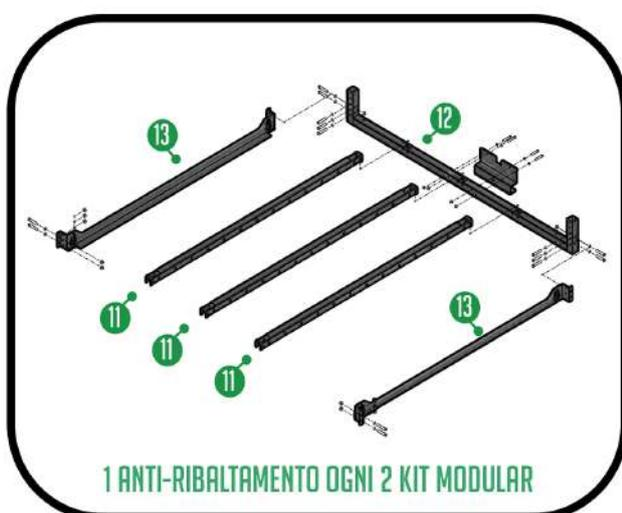

FIG. 28
- 7.1 Con due viti fissare il labbro della sponda laterale (13) ai due fori esterni ricavati sulla traversa saldata (12), fornita nel kit, lasciando libera l'altra estremità della sponda laterale(13) (fig. 28)
- 7.5 Alloggiare le traverse ad incastro (11) negli appositi alloggiamenti ricavati nei corpi delle traverse saldate (12) (fig. 28)